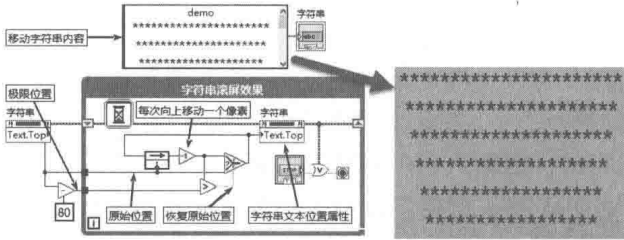

图 6-49 文本滚屏效果
(2) 制作滚动文本特效。我们在很多程序中都能看到文本的滚屏效果，这在 LabVIEW 中也很容易实现。使用古典文本控件，设置边框透明，然后通过移动控件的位置，就能实现滚屏操作，如图 6-49 所示。
(3) 把滚屏特效创建为子 VI，加入颜色渐变效果，实现文本的滚屏+颜色渐变效果，程序框